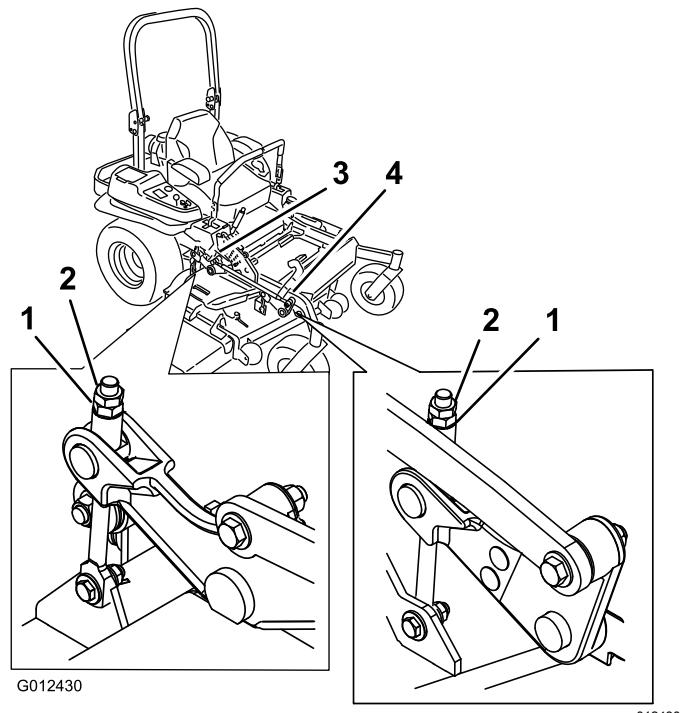

Figura 93
11. Gire el tornillo de ajuste hasta obtener una altura de 7.6 mm (3") (Figura 93).
- Gire el tornillo de ajuste hasta obtener una altura de 8.3 cm (3 $\frac{1}{4}$ ") (Figura 93).